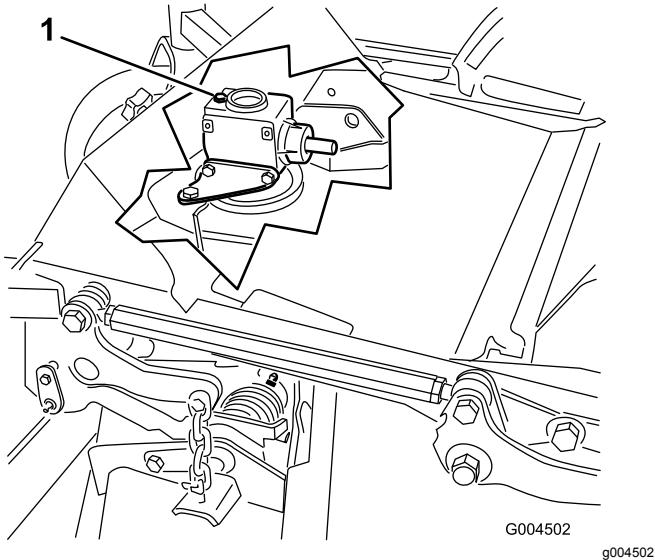

Figure 53
6. Retirez le bouchon de remplissage-jauge au sommet du boîtier d'engrenages et vérifiez que le niveau de lubrifiant se situe entre les repères sur la jauge (Figure 53).
6. Retirez le bouchon de remplissage-jauge au sommet du boîtier d'engrenages (Figure 53).